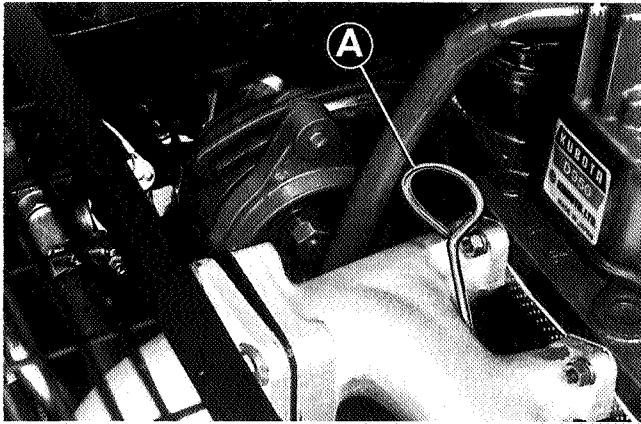
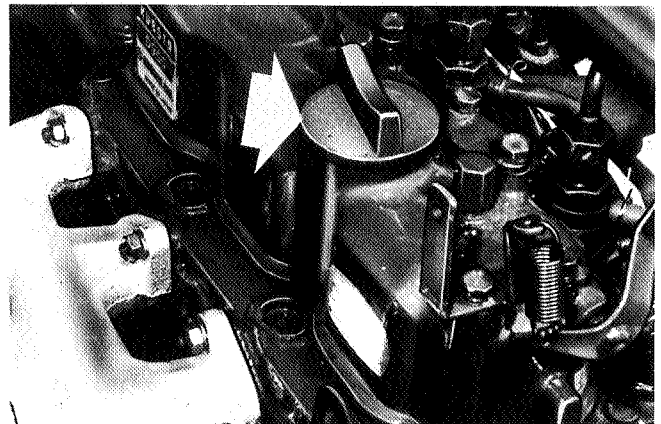

Fig.25
Abb.26
Remove dipstick (A Fig.25) and check that the oil is up to the correct level indicated. If necessary top up with fresh oil through the filler (Fig.26) on top of the rocker box.
(c) Remove the filler cap (Fig.26) and refill with fresh oil up to the maximum level on the dipstick.
Ölstab (A Abb.25) herausnehmen und prüfen, ob der Ölstand der angezeigten Markierung entspricht. Gegebenenfalls durch den Einfüllstutzen oberhalb der Schwinghebelplatte (Abb.26) nachfüllen.
(c) Einfüllverschluß (Abb.26) abnehmen und bis zur maximalen Markierung auf dem Ölstab neues Öl eingießen.
Retirez la jauge (A Fig.25) et vérifiez que l'huile soit au bon niveau indiqué. Si nécessaire, remettez à niveau avec de l'huile neuve par le remplisseur (Fig.26) sur le haut du culbuteur.
- Retirez le bouchon remplisseur (Fig.26) et remplissez avec de l'huile neuve jusqu'au niveau maximum de la jauge.
Verwijder de peilstok (A Afb.25) en controleer of de olie tot aan het juiste aangegeven peil komt. Vul indien nodig bij met verse olie via de vultrechter (Afb.26) bovenop de tuimeldoos.
- Verwijder de vuldop (Afb.26) en vul opnieuw met verse olie tot aan het hoogste peil op de peilstok.